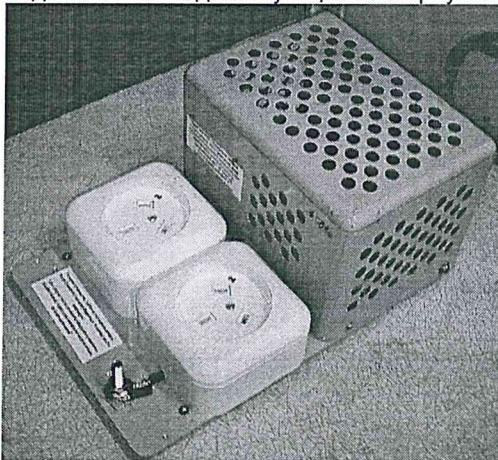
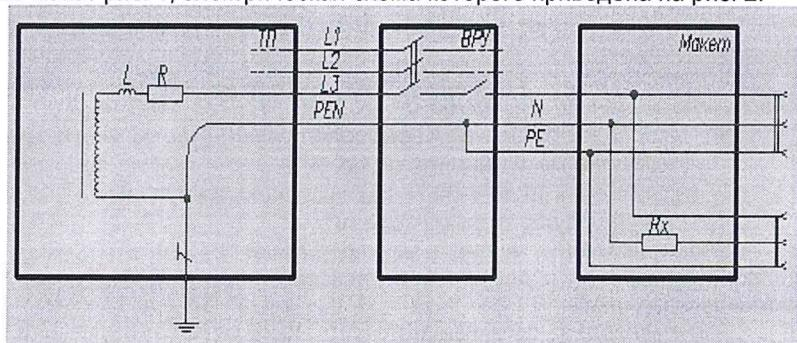

Рис. 1
Рис. 2
1.1 В качестве образца для межлабораторных сличений VITCSMS-IC-E-03 (далее МЛС) используется подключенный к действующей электроустановке макет рис. 1, электрическая схема которого приведена на рис. 2.